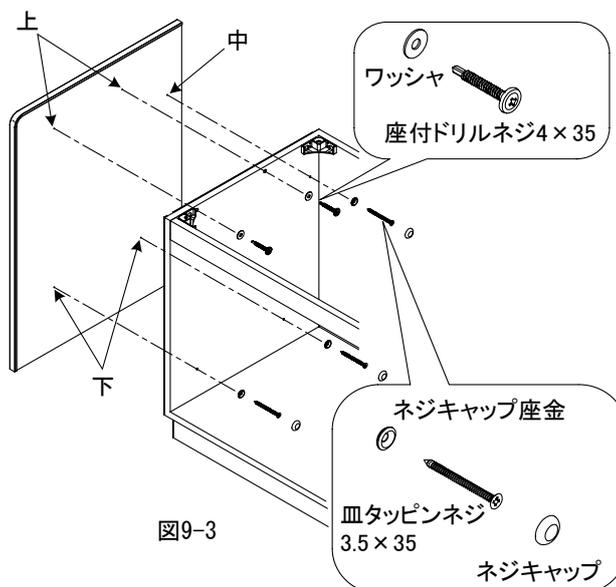

図9-3
- ① ネジでエンドパネル本体を後壁に押しつけながら、キャビネットに固定してください。(図9-3)